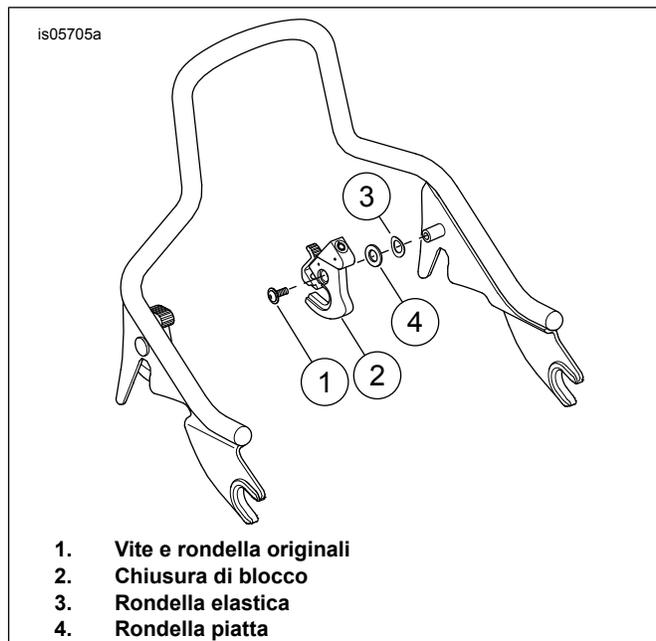

Figura 6. Installazione interna sinistra
Kit alzata schienale	Vedere Figura 6, Installazione interna a sinistra
2. Vedere Figura 6 Installare la rondella elastica (3) sul mozzo di montaggio sinistro.
3. Installare la rondella piatta (4) dal kit sul mozzo di montaggio.
5. Installare la vite e la rondella originali (1).